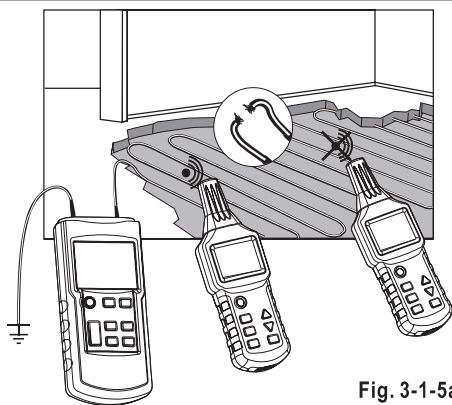

Fig. 3-1-5a
- Alla ledningar som inte används måste anslutas till hjälpjord som visas i Fig. 3-1-5a.